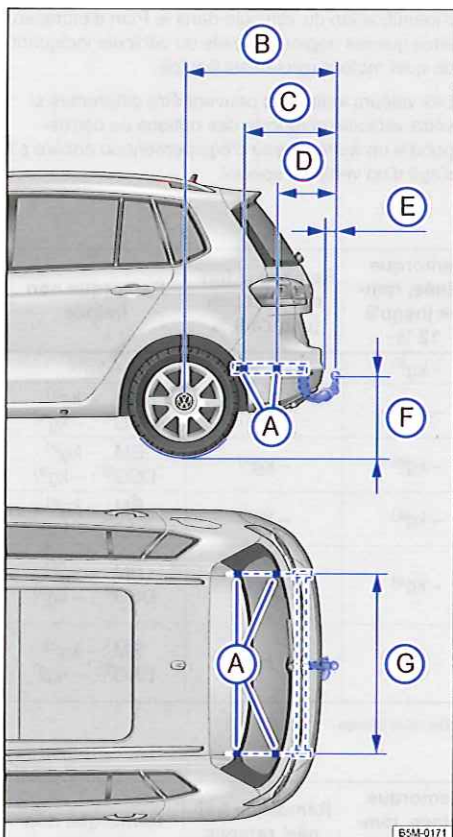

Fig. 116 Cotes et points de fixation pour l'installation d'un dispositif d'attelage en deuxième monte.
En cas de montage ultérieur d'un dispositif d'attelage, respectez impérativement les cotes d'écartement. La plus petite cote allant du milieu de la boucle jusqu'à la chaussée $\Rightarrow$ fig. 116 (F) ne doit en aucun cas être inférieure à celle indiquée. Ceci est également valable lorsque le véhicule est complètement chargé, poids sur flèche maximal compris.
Cotes d'écartement $\Rightarrow$ fig. 116 :